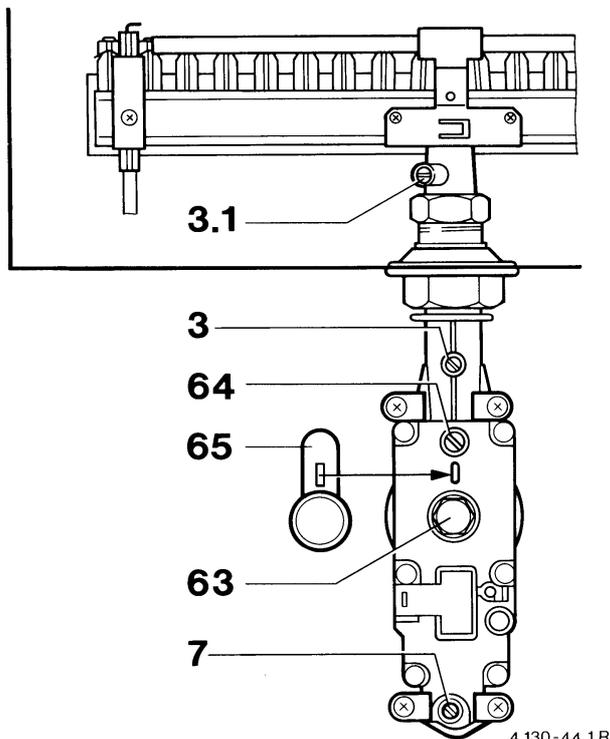

Fig. 47 Gruppo gas CE 426 per gas metano e gas liquido
- Rimuovere il sigillo 65 (fig. 47).